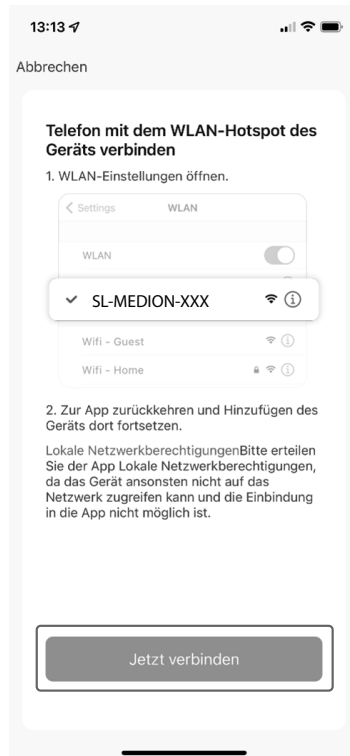

Abb. 6
- ▶ Klicken Sie in der Anzeige unten auf **JETZT VERBINDEN** (s. **Abb. 6**).